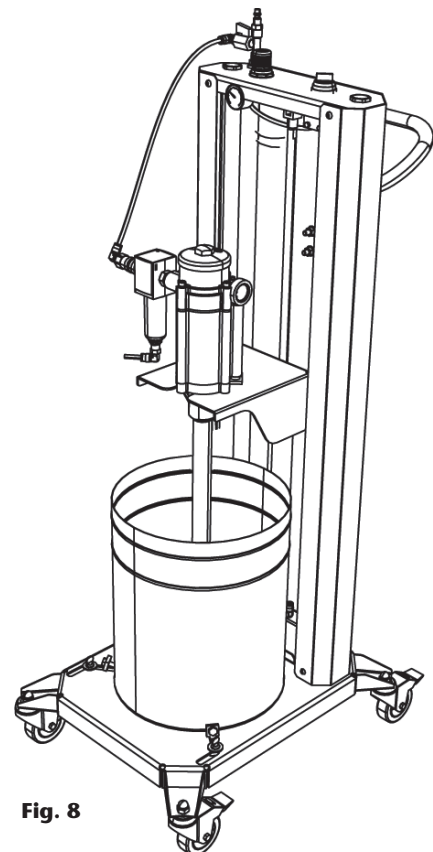

Fig. 8
11. The equipment is ready to use (fig. 8).
11. El equipo está ya preparado para operar con él (fig. 8).